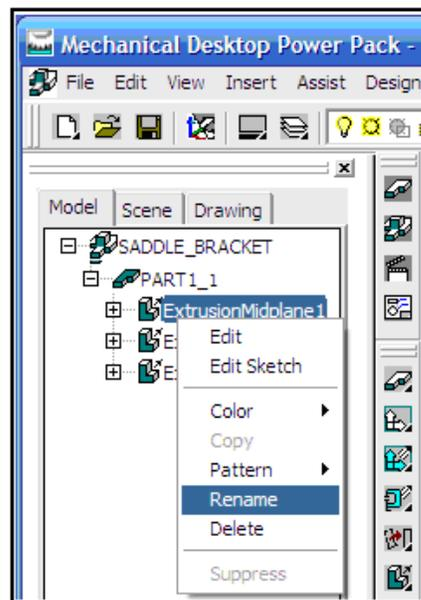

Figura 98
22. Seleccionamos la primera extrusión de la ventana Desktop Browser dando un clic con el botón izquierdo de mouse de la ventana que aparece continuación seleccionamos la opción *Rename* como se muestra, como se muestra en la *figura 98*.